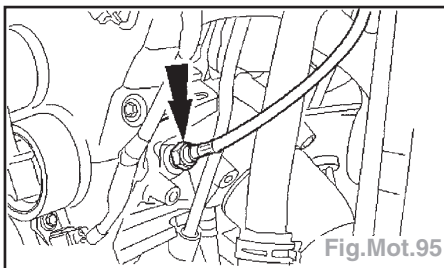

Fig.Mot.95
- Monter le manomètre d'huile (GV 2134) avec son connecteur dans l'alésage du manostat d'huile, le placer de manière à pouvoir lire les indications d'en haut (Fig.Mot.95).